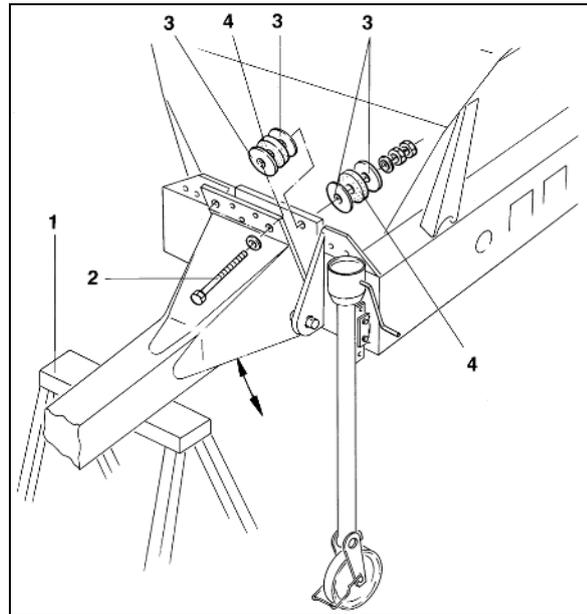

Fig. 48
2. Deichsel auf stabilem Bock (Fig. 48/1) abstützen und beide Befestigungsschrauben (Fig. 48/2) lösen.
3. Durch gleichmäßiges Umsetzen der Distanzscheiben (Fig. 48/3) kann die Deichsel verstellt werden. Die Puffer (Fig. 48/4) dürfen nicht entfernt werden. Sie dämpfen die vom Traktor auf den Streuer übertragenen Stöße.